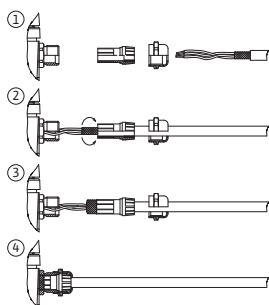

Fig. 31: Support de blindage
Le blindage est relié au passe-câble au niveau du module électronique. Voir Fig. 31.
Le blindage des câbles de l'entrée numérique, des entrées analogiques et de la communication bus doit recouvrir les passe-câbles à vis métalliques du passe-câble (Fig. 23, pos. 4, 5 et 6). Blindage, voir Fig. 31.